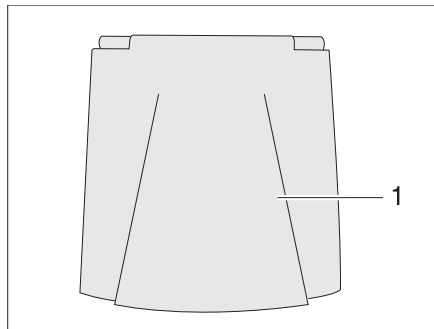

Bild 33 Verschlussklappe für Kraftstoff-Einfüllstutzen
- Verschlussklappe (Bild 33,1) öffnen.
- Schlüssel in Schließzylinder (Bild 33,3) stecken und entgegen dem Uhrzeigersinn drehen.
- Verschlussdeckel (Bild 33,2) abnehmen.